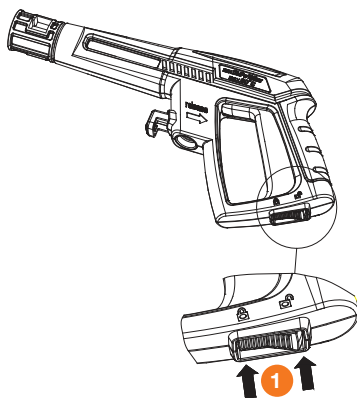

Рис. 17
3. Снимите предохранитель на пистолете **1** DAW 400 / 450 / 500 / 550 / 625 / 650 и нажмите на курок чтобы выпустить воздух и проверить стабильность потока воды. После того как воздух выйдет из пистолета и поток нормализуется, отпустите курок (Рис. 17).